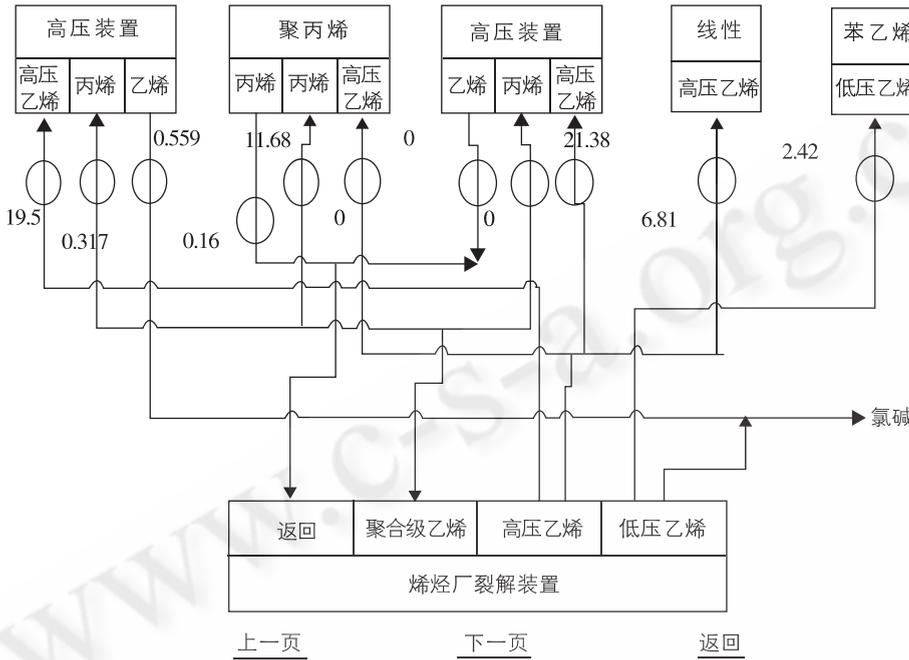

图 2 流程示意图
(1) 实时数据、历史数据、历史趋势图。对所有需要监测的化工仪表,以较短的时间间隔从数据库中读取实时的数据,并及时更新。前两个部分的实现方法相同,采取与库表连接,即可显示出所需要的位号参数。对于需要将实时数据以曲线描述及描绘历史趋势图则采用了 OWC 组件作为生成工具,可以方便的通过读取几个点在一段时间的数据值并将曲线绘出。
(2) 流程示意图。为了能从整体上把握企业的操作工艺,并能直观的监控流程中的重点,将工艺流程以流程示意图(图 2)的方式体现出来。图中圆圈的地方就是流程中实时更新的参数点。
(3) 能耗日报、班组消耗、日物料消耗、本月产量。这几部分是对产量或者能耗进行统计。关键点是在能耗日报中的报警功能:可随时显示关键数据点的运行状态(正常/低限/高限),并以红色显示出高于标准值内容已达到警示的目的。